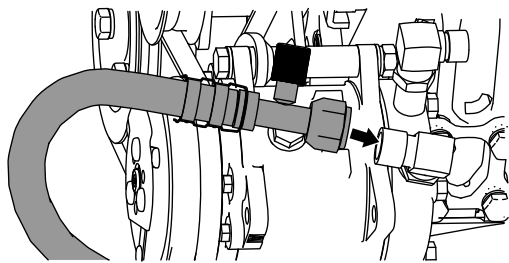

图44
1. 将驾驶室装置的空调低压软管（7/8 英寸）连接至直角接头（7/8 英寸），如 图44 所示。